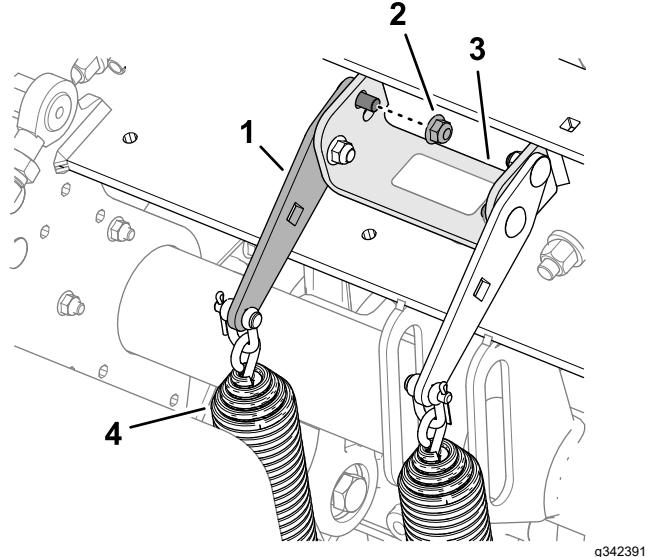

Figura 118
2. Afloje la contratuerca con arandela prensada delantera y el perno de cuello cuadrado que fijan la placa de tensión del muelle al soporte de sujeción del cabezal de perforación (Figura 118).